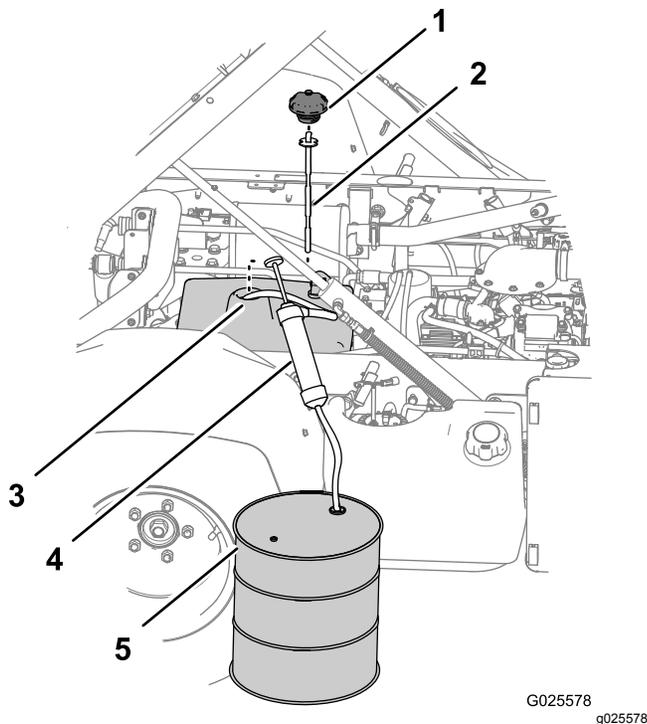

Figura 83
- Retire a tampa e a vareta do tubo de enchimento do reservatório (Figura 83).
- Encaminhe a mangueira de admissão do equipamento sifão através do tubo de enchimento do reservatório hidráulico e até ao fundo do reservatório (Figura 83).
- Direcione a mangueira de descarga do equipamento sifão para um recipiente de recolha (Figura 83) com 11,4 litros de capacidade (modelo não TC) ou 19 litros de capacidade [Modelo não TC com o Kit de fluido hidráulico de alto fluxo (opcional) ou modelo TC].
- Retire o equipamento sifão do reservatório (Figura 83).
- Adicione 7,5 litros (modelo não TC) ou 15,1 litros [modelo não TC com o Kit de fluido hidráulico de alto fluxo (opcional) ou modelo TC] do fluido hidráulico especificado ao reservatório hidráulico (Figura 83).
- Instale a vareta e a tampa no tubo de enchimento do reservatório hidráulico (Figura 83).